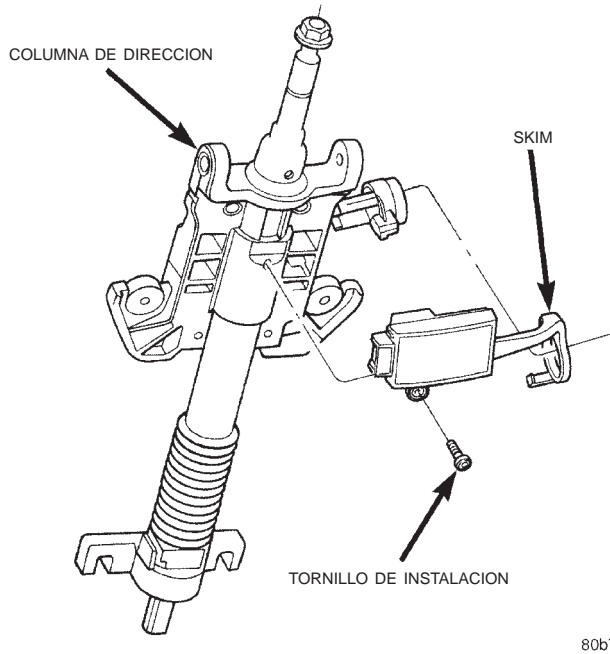
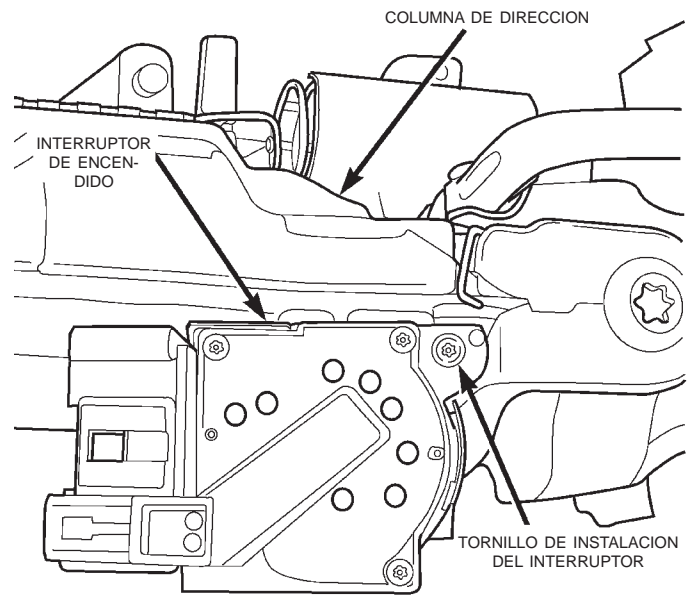

Fig. 40 Módulo de inmovilizador con llave centinela y tornillo de instalación
Fig. 41 Tornillo de instalación del interruptor de encendido
(10) Retire el SKIM (Módulo de inmovilizador con llave centinela) (1 tornillo) (Fig. 40).
(11) Desconecte el conector eléctrico en el interruptor.
(12) Retire el tornillo de instalación del interruptor de encendido (Fig. 41). Utilice la barrena tipo torx de seguridad (Snap-On® TTXR10E o equivalente) para sacar los tornillos.